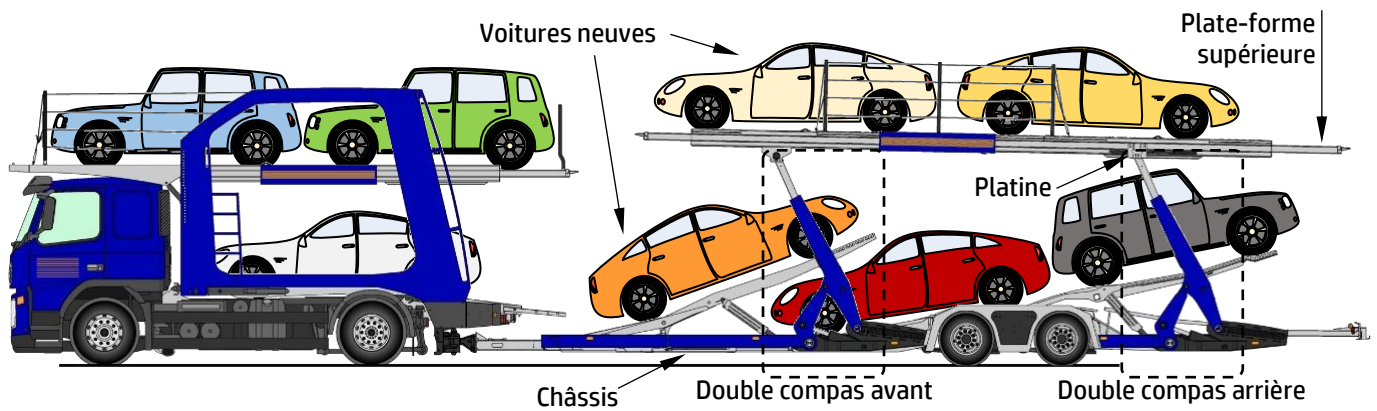

Fig.1 – Camion remorque porte-voitures
Le transport de voitures neuves, à partir des usines de fabrication aux différents points de vente, se fait par des camions remorques porte-voitures (Fig.1).
- sur une platine (Fig.1), elle-même en liaison glissière par rapport à la plate-forme supérieure, pour le double compas **arrière**.